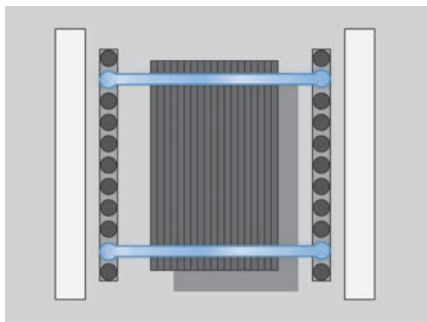

Abb. 138 Im Laderaum: Ladung parallel befestigen (Prinzipdarstellung).
2. Spanngurte *parallel* um die Ladung legen und in die Verzurrösen einhängen → **Abb. 138**.
Spanngurte mittig auf der Ladung befindet → **Abb. 138**.